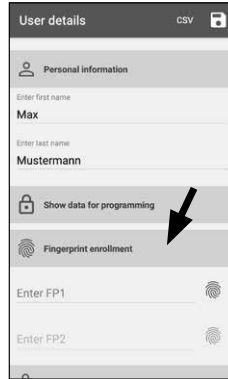

Abb. 57
① Tippen Sie im Benutzermenü auf die Zeile „Fingerprint Enrollment“ (Abb. 57).